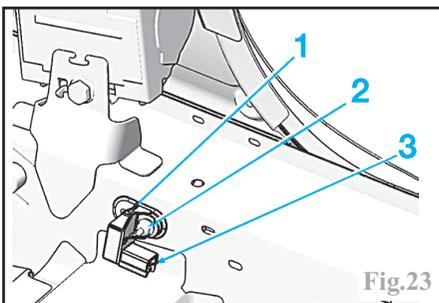

Fig.23
Capteur satellite AV (Fig.23) : déposer la vis (2), débrancher le connecteur (3) et le capteur (1).